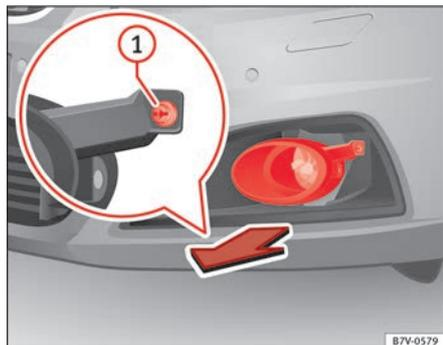

Abb. 207 Im Stoßfänger vorn rechts: Scheinwerfer ausbauen.
2. Abdeckung in Pfeilrichtung nach vorn ziehen ⇒ Abb. 207.
3. Befestigungsschraube ⇒ Abb. 207 ① mit dem Schraubendreher aus dem Bordwerkzeug herausdrehen ⇒ Seite 333.
10. Befestigungsschraube ⇒ Abb. 207 ① mit dem Schraubendreher festdrehen.
11. Abdeckung in den Stoßfänger einsetzen ⇒ Abb. 207.